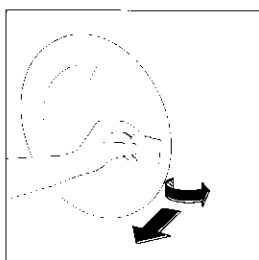
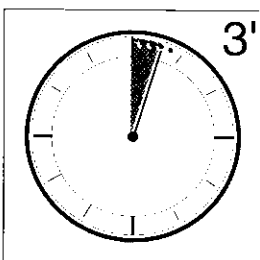

Fig. 12
Fig. 24
- 6) Ouvrez le hublot (Fig. 12).
Attendez 3 minutes (Fig. 24) pour permettre le déblocage du dispositif de sécurité. Ouvrez le hublot (Fig. 12), ajoutez les vêtements et refermez le hublot. Si c'est le cas, ajoutez du détergent à mousse freinée.
- 22) Attendez 3 (trois) minutes pour le déblocage du hublot (Fig. 24).